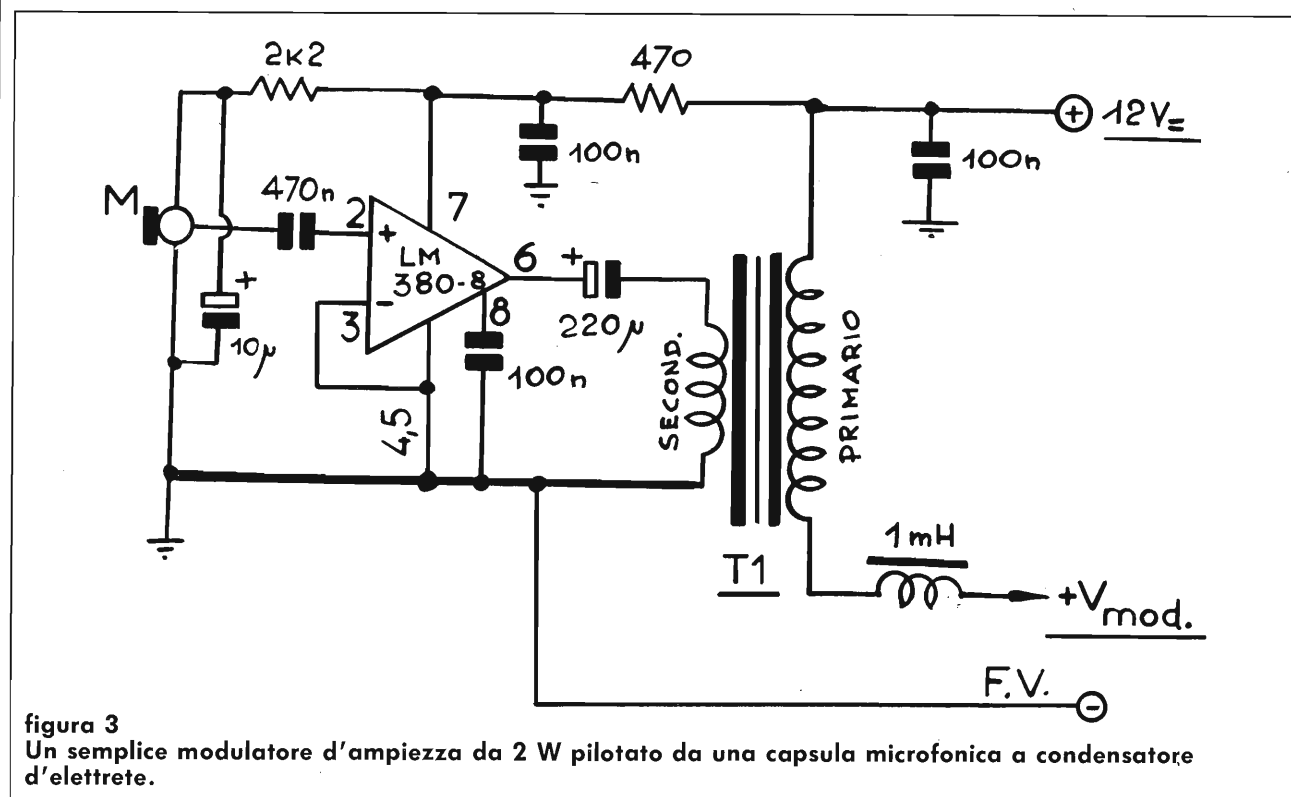

figura 3 Un semplice modulatore d'ampiezza da 2 W pilotato da una capsula microfonica a condensatore d'elettrete.
Un mese fa, sulle pagine di B&R, si era visto lo schema di un semplice trasmettitore in Onde Medie dove, com'è noto, si opera in modulazione d'ampiezza (AM). Come promesso, fornisco adesso lo schema di un modulatore atto a caricare di voce e suoni la portante fornita dal suddetto TX: figura 3.